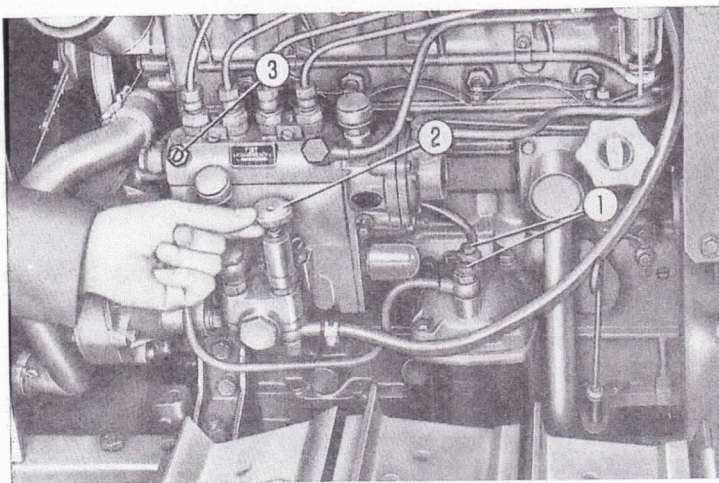

Fig. 8. Évacuation de l'air.
- Dévissez de deux tours les vis **1** (voir fig. 8) situées sur le filtre à gasoil; dévissez le bouton **2** de la pompe d'amorçage et ac-
3. Dévissez le bouton de la pompe d'amorçage (2, fig. 8) et pompez une vingtaine de fois de sorte que la circulation soit activée dans les canalisations (cette opération est tout particulièrement indiquée lorsque le tracteur a été inactif pendant une longue période).